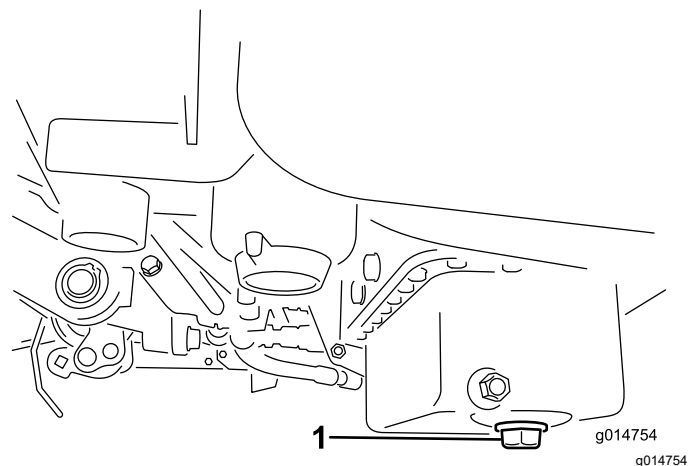

図 29
1. ドレンプラグを外してオイルを容器に受ける。オイルが抜けたらドレンプラグを取り付ける図 29。